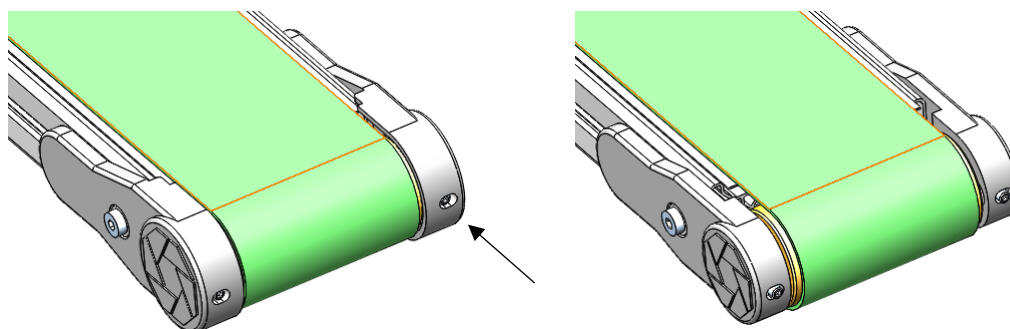

Fig. 4 : Chapes du renvoi
- Alignez parfaitement les corps de bande (Fig. 4).